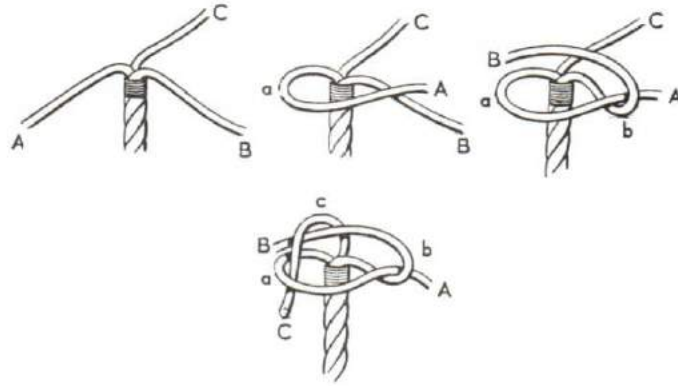

Figure 10-40
1. The Back Splice is used to finish the end of a rope which is not required to be rove through a block. Start by forming a crown, as in Figure 10-40, by passing strand A over B and leaving a loop. Strand B is then passed around A and over C. Strand C is now passed around B and down through the loop formed by strand A. The strands are now pulled down evenly along the standing part of the rope.
1. L'épissure renversée s'emploie pour terminer l'extrémité d'un cordage qui n'a pas à passer dans une poulie. On commence par faire une tête d'alouette, comme l'indique la figure 10-40, en faisant passer le toron A sur B et en laissant une boucle. On passe ensuite le toron B autour de A et par dessus C. On continue avec le toron C autour de B et on descend à travers la boucle formée par le toron A. On tire alors également sur les torons pour les rabattre sur le dormant.